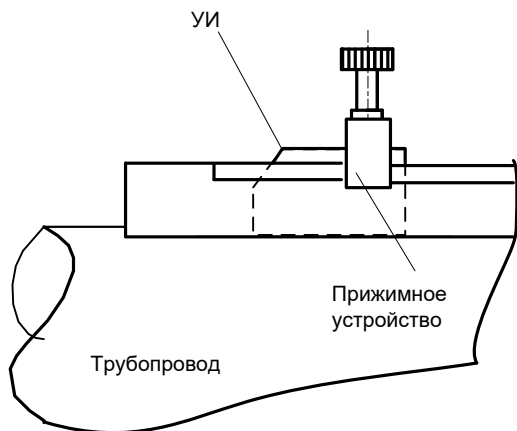

рис. 2
11.3.3. На рабочую поверхность излучателя УИ1(+V) нанести слой смазки толщиной $0,5 \pm 1,5$ мм и вставить его в установочный профиль, при этом стрелка на излучателе должна совпадать с направлением движения потока жидкости и излучатель УИ1(+V) должен быть выше по течению, чем излучатель УИ2(-V). Излучатель плотно прижать рукой к предварительно зачищенной поверхности трубопровода и немного подвигать вперед-назад, чтобы раздавить слой смазки. Затем излучатель прижать к поверхности трубопровода прижимным устройством (см. рис. 2) так, чтобы верхний скос крышки был напротив риски на трубе.